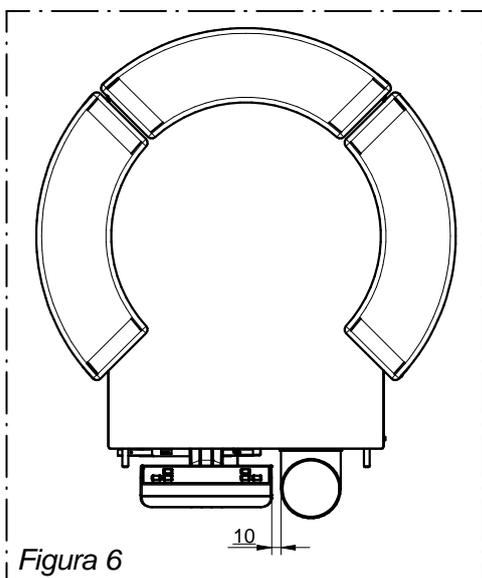

Figura 6
- Porre particolare attenzione nell'assemblaggio del tubo uscita fumi poiché lo stesso deve distare non meno di 10 mm dal pannello comandi (Figura 6): assemblare il tubo a ridosso del pannello significa danneggiare il pannello comandi (danno non coperto da garanzia). Con questa installazione è possibile canalizzare posteriormente l'aria calda utilizzando solamente l'uscita lato dx. Attenzione! nella versione canalizzabile è tassativamente vietato l'utilizzo della canalizzazione lato sx.